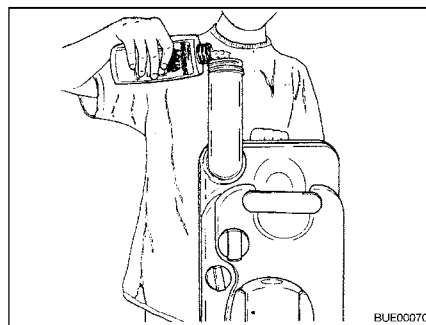

Fig. 271 Verter producto para sanitarios
- Rellenar la cantidad indicada de producto para sanitarios en el depósito de aguas fecales (Fig. 271).